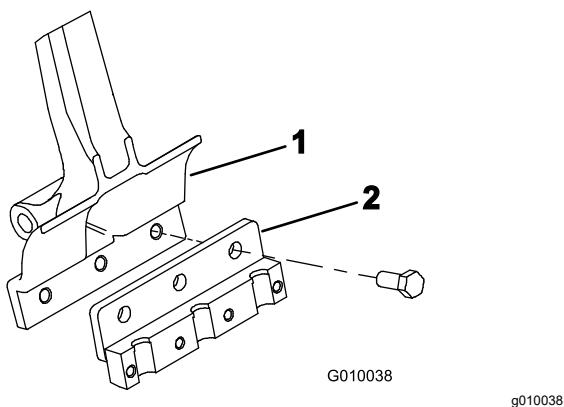

图 22
3. 用 3 个螺栓  $\frac{1}{2} \times 1\frac{1}{4}$  英寸将打孔针夹头固定到各个打孔针臂图 22。上紧螺栓扭矩至 101.6N·m。